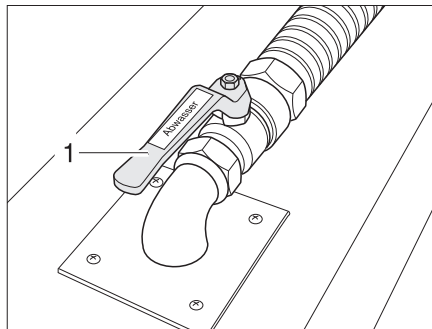

Bild 344 Abwasserhahn
Der Abwasserhahn (Bild 344,1) ist im Doppelboden angebracht. Der Abwasserhahn ist schwarz und durch den Schriftzug "Abwasser" gekennzeichnet.
- Abwasserhahn (Bild 344,2) öffnen. Das Abwasser läuft ab.